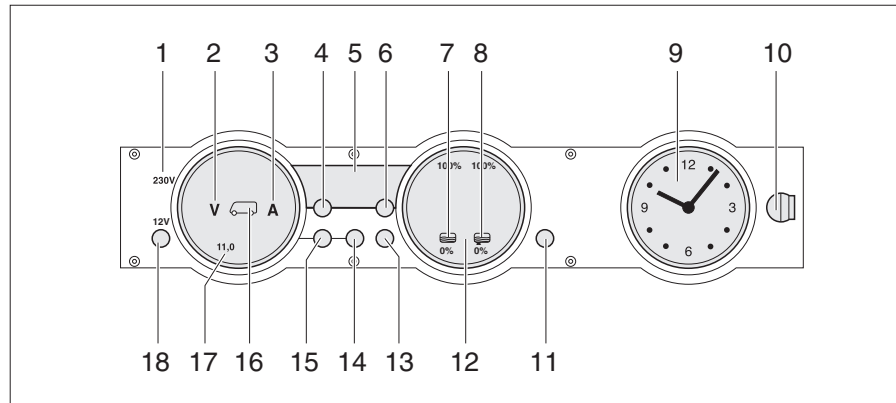

Fig. 188 Panneau de contrôle MP 20-T
Le voyant de contrôle 230 V (Fig. 188,1) s'allume si l'arrivée du bloc électrique est sous tension de réseau.
L'interrupteur principal 12 V (Fig. 188,18) établit ou coupe le panneau de contrôle et l'alimentation 12 V de la cellule.
- Appuyer brièvement sur la touche "12 V" (Fig. 188,18). L'alimentation 12 V de la cellule est assurée. L'indicateur de contrôle "12 V" s'allume.
- ▷ La tension de la batterie de cellule est trop faible quand les DEL "11,0" de l'affichage en Volt et le symbole Volt "V" (Fig. 188,2) clignotent dans l'indicateur des batteries (Fig. 188,17) après la mise sous tension. Charger la batterie.
- ▷ La coupure de batterie est active quand l'indicateur de contrôle "12 V", le symbole de la batterie de cellule (Fig. 188,16) et le symbole Volt "V" (Fig. 188,2) clignotent trois fois après la mise sous tension. Désactiver la coupure de batterie.
- Appuyer brièvement sur la touche "12 V" (Fig. 188,18). L'alimentation 12 V de la cellule est coupée. L'indicateur de contrôle "12 V" s'éteint.
- Appuyer sur la touche batterie de cellule (Fig. 188,14) et la maintenir enfoncée pendant 10 secondes environ. Les symboles Volt "V" (Fig. 188,2) et Ampères "A" (Fig. 188,3) clignotent trois fois. La batterie de cellule est coupée du réseau de bord de 12 V.
- Appuyer sur la touche "12 V" (Fig. 188,18) et la maintenir enfoncée pendant 5 secondes environ. Le symbole Volt "V" (Fig. 188,2) clignote trois fois. La batterie de cellule est branché au réseau de bord 12 V. L'indicateur de contrôle s'allume au bout d'env. 2 secondes.
- Appuyer sur la touche de la batterie de cellule  (Fig. 188,14). Le symbole Volt "V" (Fig. 188,2) s'allume. Le symbole Ampères "A" est, suivant son niveau de charge, blanc ou rouge. La tension de la batterie et le courant de la batterie de cellule sont affichés au moyens de DEL à l'intérieur de l'indicateur.
- Appuyer sur la touche de la batterie de démarrage  (Fig. 188,15). Le symbole Volt "V" (Fig. 188,2) s'allume. Des DEL à l'intérieur de l'indicateur indiquent la tension de la batterie de démarrage.
- Appuyer sur la touche réservoirs  (Fig. 188,13). Les symboles réservoir d'eau  (Fig. 188,7) et réservoir d'eaux usées  (Fig. 188,8) s'allument. Des DEL à l'intérieur de l'indicateur indiquent le niveau du réservoir d'eau (échelle de gauche) et celui du réservoir d'eaux usées (échelle de droite).
Le symboles Volt "V" (Fig. 188,2) et les DEL "11,0" clignotent dès que la tension de la batterie descend en dessous de 11 V (mesurée en marche) et qu'il y a risque de décharge profonde de la batterie.
Le symbole du réservoir d'eau "☰" (Fig. 188,7) ou celui du réservoir d'eaux usées "☷" (Fig. 188,8) clignote quand le réservoir d'eau est vide ou que le réservoir d'eaux usées est plein.